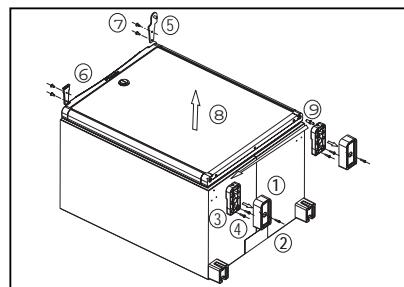

Figure 13.
8. Inverser le sens d'ouverture de la porte (Figure 13)
(Figure 13 à 14) (versions pose libre uniquement)